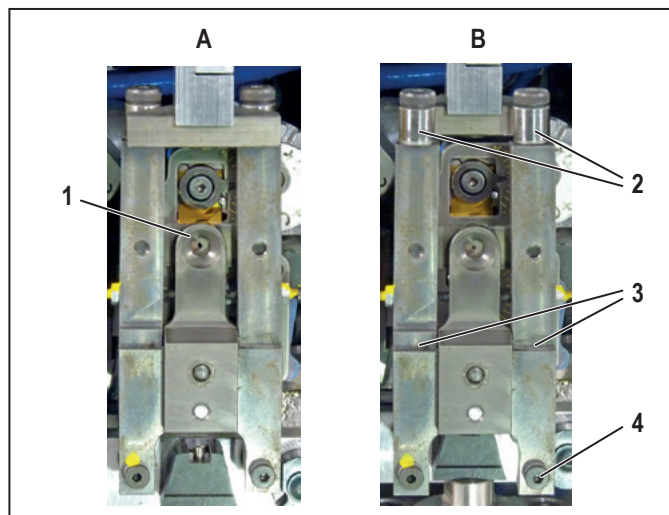

Ilustración 7.3 Unidad de soportes de fijación de los cables trenzados en posición de servicio (A) y tirada hacia adelante (B)
- Tire de la unidad de soportes de fijación de los cables trenzados hacia adelante (Ilustración 7.3 , B).
- Compruebe que los rodillos (2) puedan moverse libremente.
- Aplique aceite en los puntos de rotación (3) de la unidad de soportes de fijación de los cables trenzados.
- ▶ Asegúrese de que la unidad de soportes de fijación de los cables trenzados se encuentre en la posición delantera (Ilustración 7.3, B).
- ▶ Retire el tornillo derecho de abajo de la unidad de soportes de fijación de los cables trenzados (Ilustración 7.3, 4).